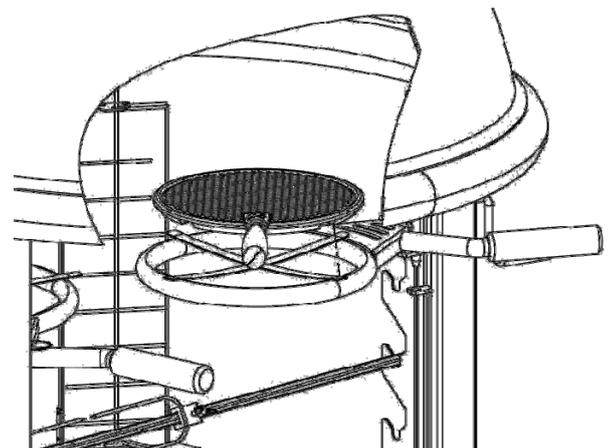

Рисунок 10
14. Установите контактный гриль на меньшую по размеру поворотную подставку, убедившись что он правильно встал на место специально предназначенными пазами (рисунок10).